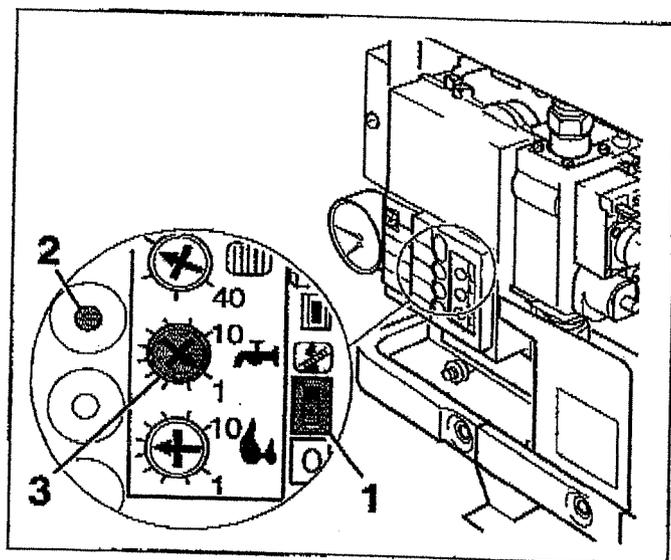

Fig. 22 Preimpostazione per la "misurazione della pressione del bruciatore"
- ◆ Tenere premuto il tasto di servizio (Fig. 22, punto 1) per circa 10 s (Display: "-/Y").
- ◆ Mettere ad "1" il regolatore dell'acqua sanitaria (Fig. 22, punto 2).